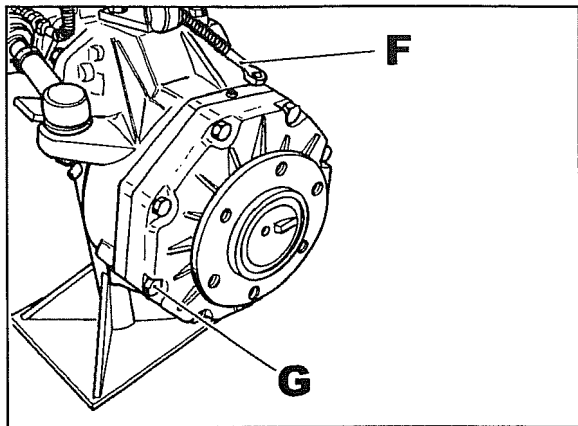

Fig. 22
- 31 Desconectar el tubo F fig. 22 de impulsión aceite a la masa frenante.
- 32 Luego de haber colocado un recipiente para recoger el aceite, desmontar las masas quitando los tornillos G fig. 22.